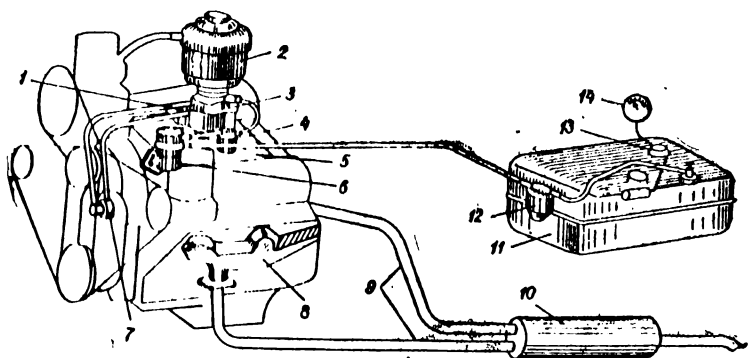

Рис. 6
IV. Назовите прибор системы питания, изображенный на рис. 6 под цифрой 11. Для чего он служит, из какого металла изготовлен?
VI. В каком ответе более точно указано назначение прибора 12 на рис. 6?
VII. Какой цифрой обозначен на рис. 6 датчик ограничителя числа оборотов коленчатого вала?
X. Назовите прибор системы питания, обозначенный цифрой 2 на рис. 6. Каково его назначение?
III. Назовите детали, обозначенные на рис. 6 цифрами 3, 4, 5, 8, 9, 10 (в порядке размещения цифр).
IV. Назовите детали системы питания двигателя, обозначенные на рис. 6 цифрами 13, 14, 7, 1.